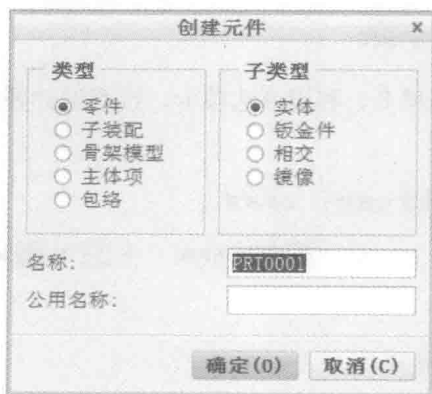

图 1-12 “创建元件”对话框
2) 在功能区“模型”选项卡的“元件”组中单击“创建”按钮, 打开图 1-12 所示的“创建元件”对话框。